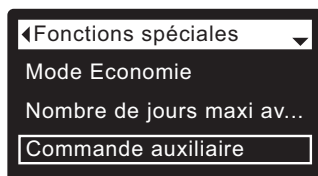

FIG. 86
1. À partir d'un écran d'état dynamique, appuyez sur le sélecteur (O) pour afficher le **Menu principal**.
3. Appuyez sur le sélecteur (O) pour afficher le menu des fonctions avancées.
5. Appuyez sur le sélecteur (O) pour afficher le menu des fonctions spéciales (cf. Figure 86).
9. Appuyez sur le sélecteur (O) : l'afficheur revient au menu des fonctions spéciales (cf. Figure 86).